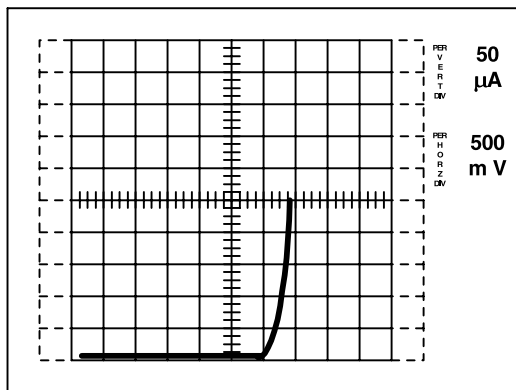

Рис.4. Пороговое напряжение затвор-исток  $V_{GS(th)}$
10. Подключите прибор с помощью переключателя LEFT/RIGHT. Увеличивайте напряжение ручкой VARIABLE COLLECTOR VOLTAGE, пока ток стока не достигнет величины 250 мкА, что будет указывать луч на экране. Считайте величину напряжения на горизонтальной центральной линии (так как эта линия соответствует  $I_d = 250 \text{ мкА}$ ). (См.Рис.4.)